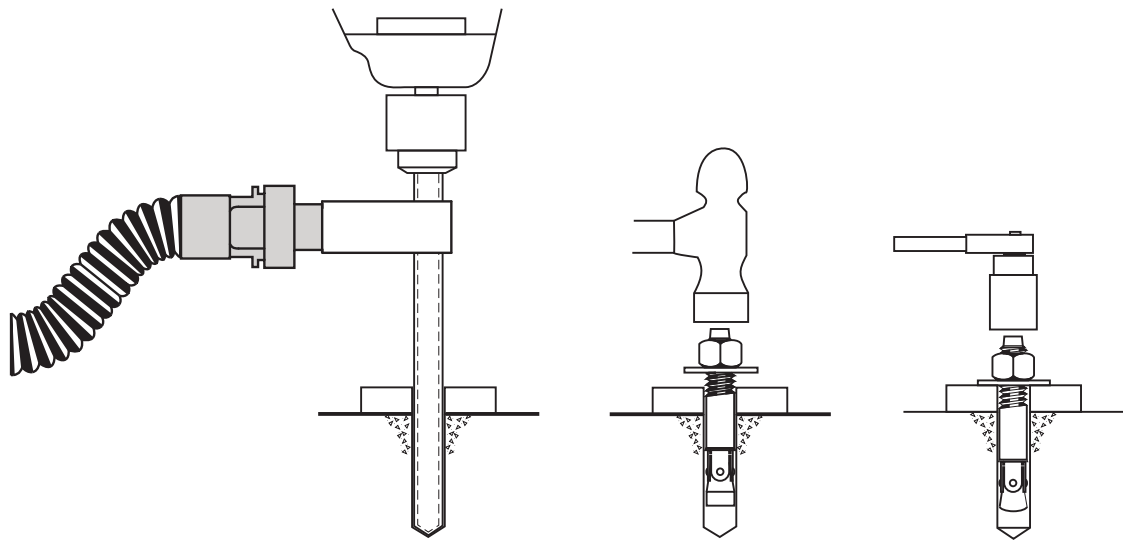

Fig. 4
Taladre (14) agujeros de 3/4" de diámetro en el piso de concreto utilizando los agujeros de la placa base de la columna como una guía. Ver figs. 4 y 5 para los requisitos de los agujeros.